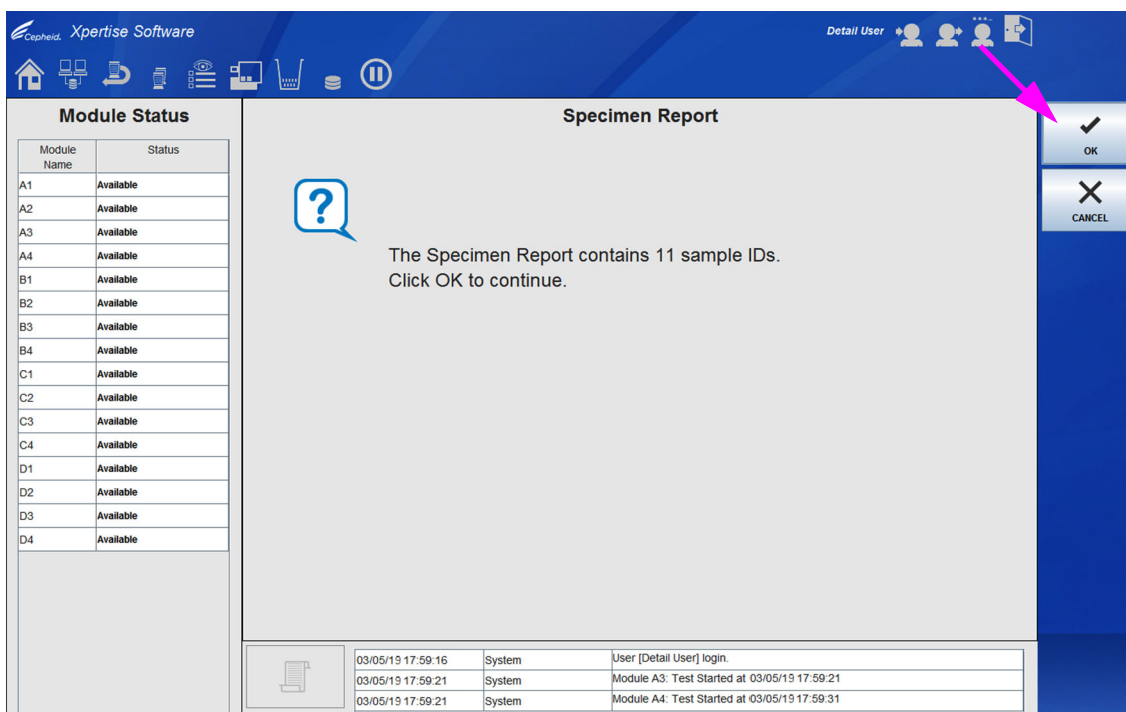
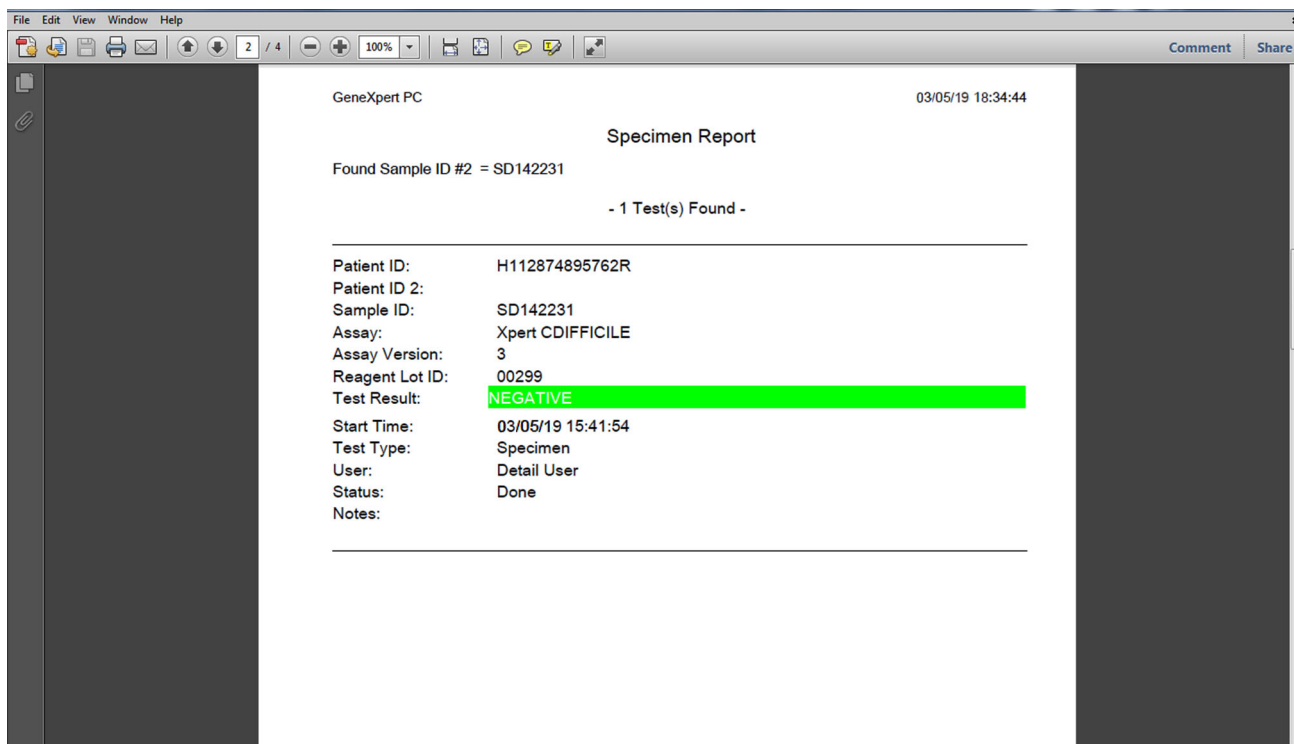

図 10-64. 試料レポートワークスペース - 「確認」画面
図 10-66. Adobe Reader で表示の試料レポート例
- **レポートファイルの作成 (GENERATE REPORT FILE)** – PDF ファイルを作成し、指定の場所にそれを保存します。試料レポート (Specimen Report) ワークスペース (図 10-63 を参照) の**レポートファイルの作成 (GENERATE REPORT FILE)** ボタンを選択して、テストレポートの PDF ファイルを作成します。試料レポート (Specimen Report) ワークスペースには、選択基準に一致するサンプル ID の数が表示されます (図 10-64 を参照)。OK ボタンを選択します。
- **PDF のプレビュー (PREVIEW PDF)** - 試料レポート (Specimen Report) ワークスペースで、**PDF のプレビュー (PREVIEW PDF)** ボタンを選択します (図 10-63 を参照)。試料レポート (Specimen Report) ワークスペースには、選択基準に一致するサンプル ID の数が表示されます (図 10-64 を参照)。**OK** ボタンを選択します。PDF ファイルが作成され、Adobe Reader ウィンドウに表示されます。図 10-66 を参照。Adobe Reader ソフトウェアからの PDF ファイルを保存および印刷することができます。